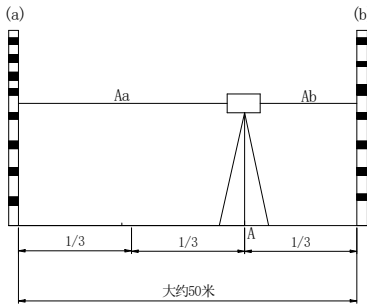

图1
| <p>3. 输入作业号, 然后再按 [ENT];</p> <p>4.输入注记 1, 然后再按[ENT];</p> <p>5.输入注记 2, 然后再按[ENT];</p> <p>6.输入注记 3, 然后再按[ENT];</p> <p>7.瞄准 a 点的标尺并按[MEAS] (见图 1)这时, 测量并显示 Aa;</p> <p>8.瞄准 b 点的标尺并按[MEAS] (见图 1)这时, 测量并显示 Ab;</p> | <p>作业号 [ENT]</p> <p>注记 1 [ENT]</p> <p>注记 2 [ENT]</p> <p>注记 3 [ENT]</p> <p>[MEAS]</p> <p>[MEAS]</p> | <div style="border: 1px solid black; padding: 5px;"> 检校模式 作业? =>J01 </div> <div style="border: 1px solid black; padding: 5px; margin-top: 5px;"> 检校模式 注记 #1 =>1 </div> <div style="border: 1px solid black; padding: 5px; margin-top: 5px;"> 检校模式 注记 #2 =>2 </div> <div style="border: 1px solid black; padding: 5px; margin-top: 5px;"> 检校模式 注记 #3 =>3 </div> <div style="border: 1px solid black; padding: 5px; margin-top: 5px;"> 检校模式 方法 A 点:A 标尺:a a←-----A-----b 按[MEAS]开始测量 </div> <div style="border: 1px solid black; padding: 5px; margin-top: 5px;"> 检校模式 方法 A 点:A 标尺:a Aa 标尺:1.0567m N:3 δ :0.02mm </div> <div style="border: 1px solid black; padding: 5px; margin-top: 5px;"> 检校模式 方法 A 点:A 标尺:b a-----A----->b 按[MEAS]开始测量 </div> |
| <p>10.瞄准 a 点的标尺并按 [MEAS] (见图 1) 这时,测量并显示 Ba;</p> <p>11.瞄准 b 点的标尺并按 [MEAS] (见图 1) 这时,测量并显示 Ab;</p> <p>12.显示改正值 要继续校正,请按 [ENT] 键;</p> <p>13.按 [ENT] 键,显示 b 点的标尺读数;</p> <p>14.翻转 b 点的标尺读数,拆下</p> | <p>[MEAS]</p> <p>[MEAS]</p> <p>[ENT]</p> | <div style="border: 1px solid black; padding: 5px; margin-bottom: 5px;"> 检校模式 方法 A 点:B 标尺:a a←-B-----b 按[MEAS]开始测量 </div> <div style="border: 1px solid black; padding: 5px; margin-bottom: 5px;"> 检校模式 方法 A 点:B 标尺:a Ba 标尺:1.0567m N:3 δ :0.02mm </div> <div style="border: 1px solid black; padding: 5px; margin-bottom: 5px;"> 检校模式 方法 A 点:B 标尺:b a---B----->b 按[MEAS]开始测量 </div> <div style="border: 1px solid black; padding: 5px; margin-bottom: 5px;"> 检校模式 方法 A 点:B 标尺:b Bb 标尺:1.0567m N:3 δ :0.02mm </div> <div style="border: 1px solid black; padding: 5px; margin-bottom: 5px;"> 检校模式 方法 A 校准值 +0.0000m(+0.1") 存储[ENT] 否[ESC] </div> <div style="border: 1px solid black; padding: 5px;"> 检校模式 方法 A 十字丝检校? 是:[ENT] 否:[ESC] </div> |
1.如图 1 所示,将仪器安置三脚架上,并使脚架位于相距约 50 米的两根水准之间的 A 处,A、B 两点将两水准尺间的距离分成三个等分;